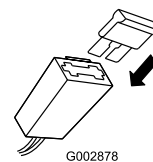

Figura 6
- Introduzca el fusible en el portafusibles (Figura 6).